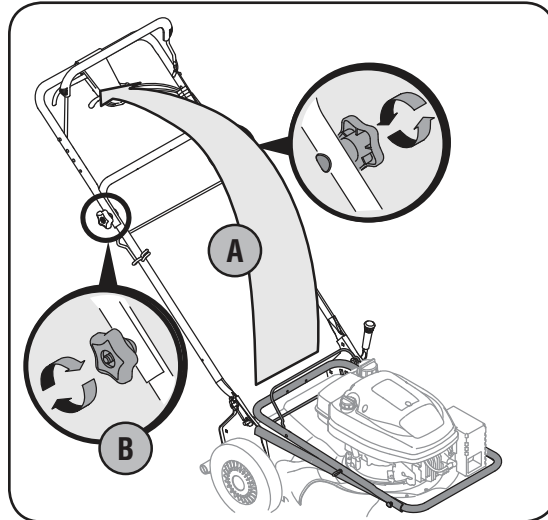

Figure 1
- a. Redressez le guidon supérieur vers vous pour le faire passer à la position de travail. Position A. Voir la Figure 1.